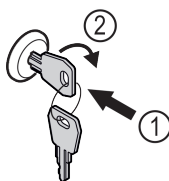

Fig. 194
- Klíč zasuňte dovnitř. Fig. 194 (1)
- Otáčejte klíčem o 90° ve směru hodinových ručiček. Fig. 194 (2)